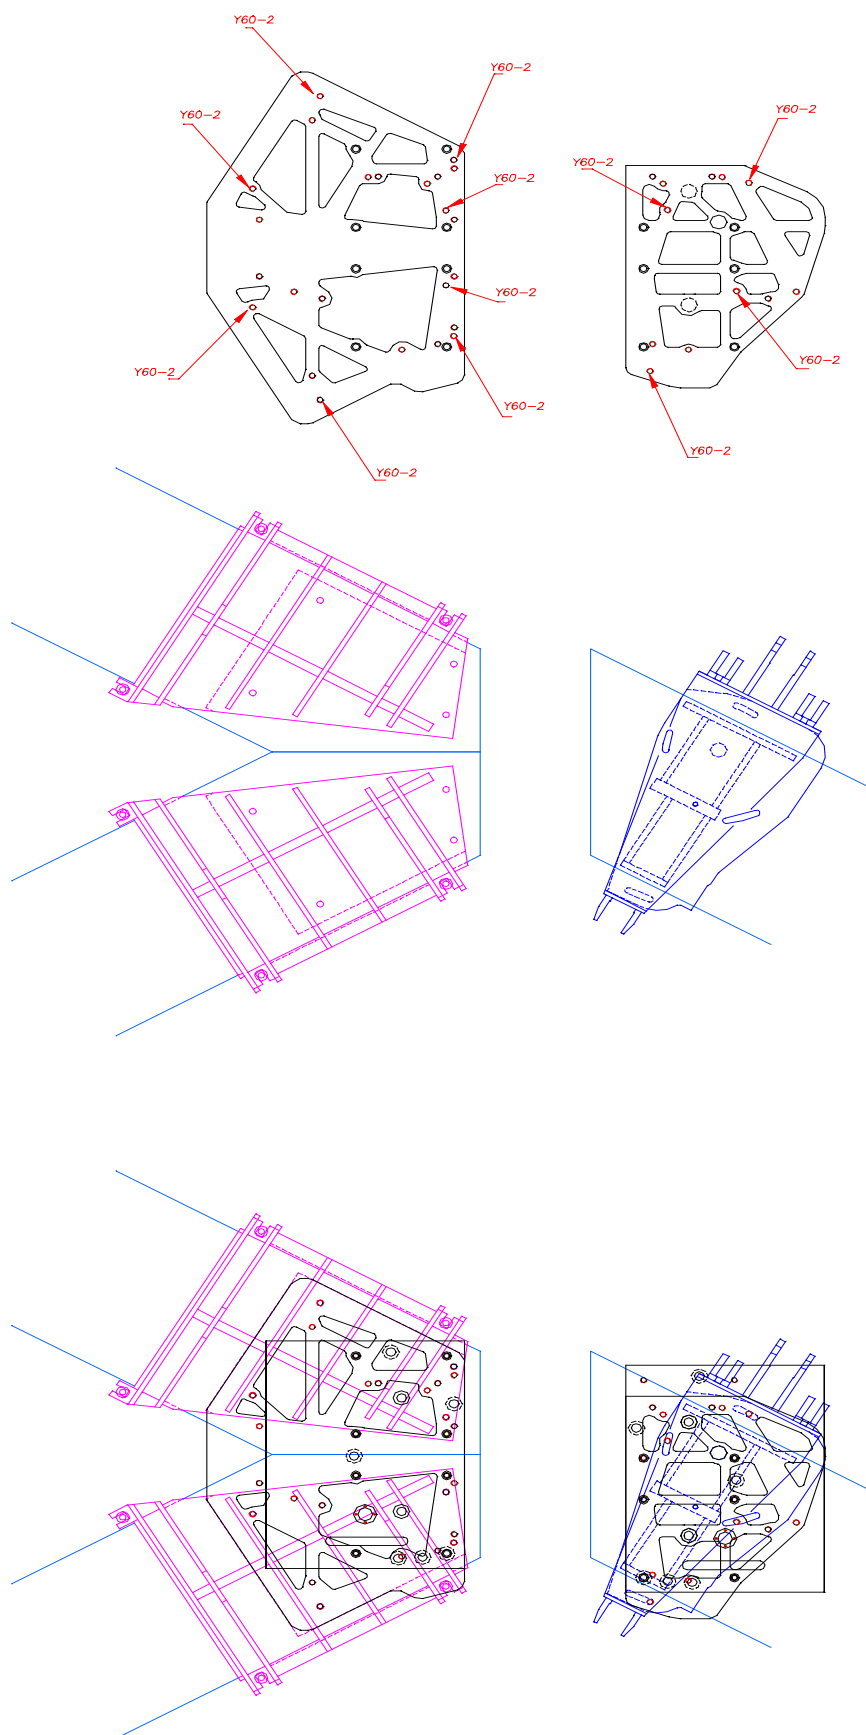

Рис. 24
- 3.01. На **рис. 24** изображены плиты крепления специальных зажимов для изготовления тройников 45° и 60° . Отверстия Y60-2 предназначены для штифтов крепления.
На **рис. 24** изображены плиты крепления специальных зажимов для изготовления тройников  $45^\circ$  и  $60^\circ$ . Отверстия **Y60-2** предназначены для штифтов крепления. Призматический зажим должен быть повернут на  $30^\circ$ .